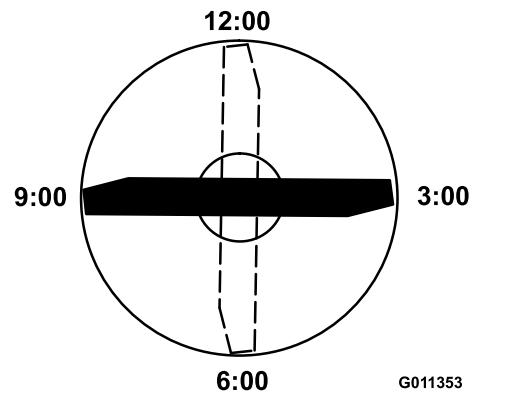

Figura 70
- Coloque el filo de corte del extremo marcado de la cuchilla en la posición de las 12 (hacia adelante, en el sentido de la siega) y mida la altura desde la mesa hasta el filo de corte de la cuchilla (Figura 70).
- Gire el extremo marcado de la cuchilla a las posiciones de las 3 y de las 9 y mida las alturas (Figura 70).